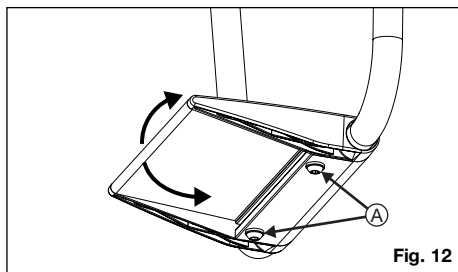

Fig. 12
1. Løsne de to skruene (fig. 12:A) på bunnen av fotstøtten med en 4 mm unbrakonøkkel.
2. Vri fotstøtten til ønsket vinkel og fest ved å stramme de to skruene på nytt (fig. 12:A).